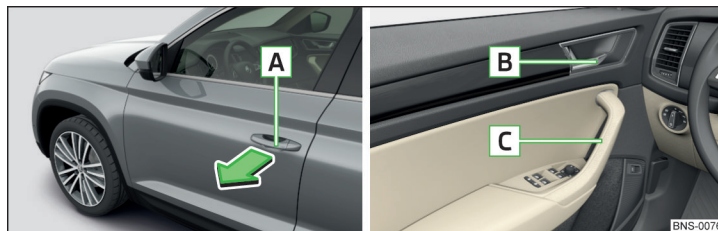

Fig. 38 Poignée de la portière / manette d'ouverture des portières
- Pour **ouvrir de l'extérieur**, déverrouillez le véhicule et tirez sur la poignée **A** dans le sens de la flèche » fig. 38.